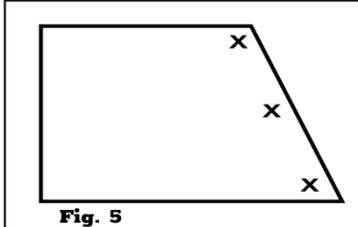

Fig. 5
**NOTA:** Si se corta una baldosa hay que hacer hoyos nuevos e insertar más pasadores a lo largo del borde. (Fig. 5)